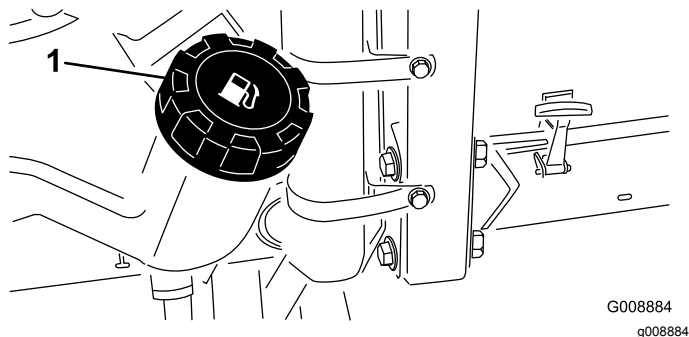

Figure 21
1. Nettoyez la surface autour du bouchon du réservoir de carburant (Figure 21).